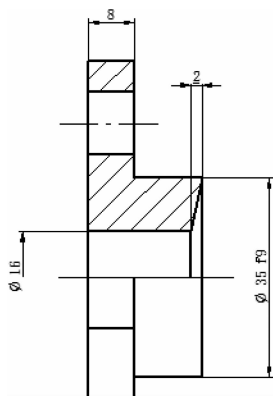

图 9-33 标注尺寸 2
(3) 标注 $\Phi 35f9$ 。单击  【选择-尺寸类型】按钮，然后在弹出的下拉菜单中选择 **h7** 类选项，在【类型】下拉列表中选择【配合】选项，在轴的下拉列表中选择【f9】选项，标注结果如图 9-33 所示。